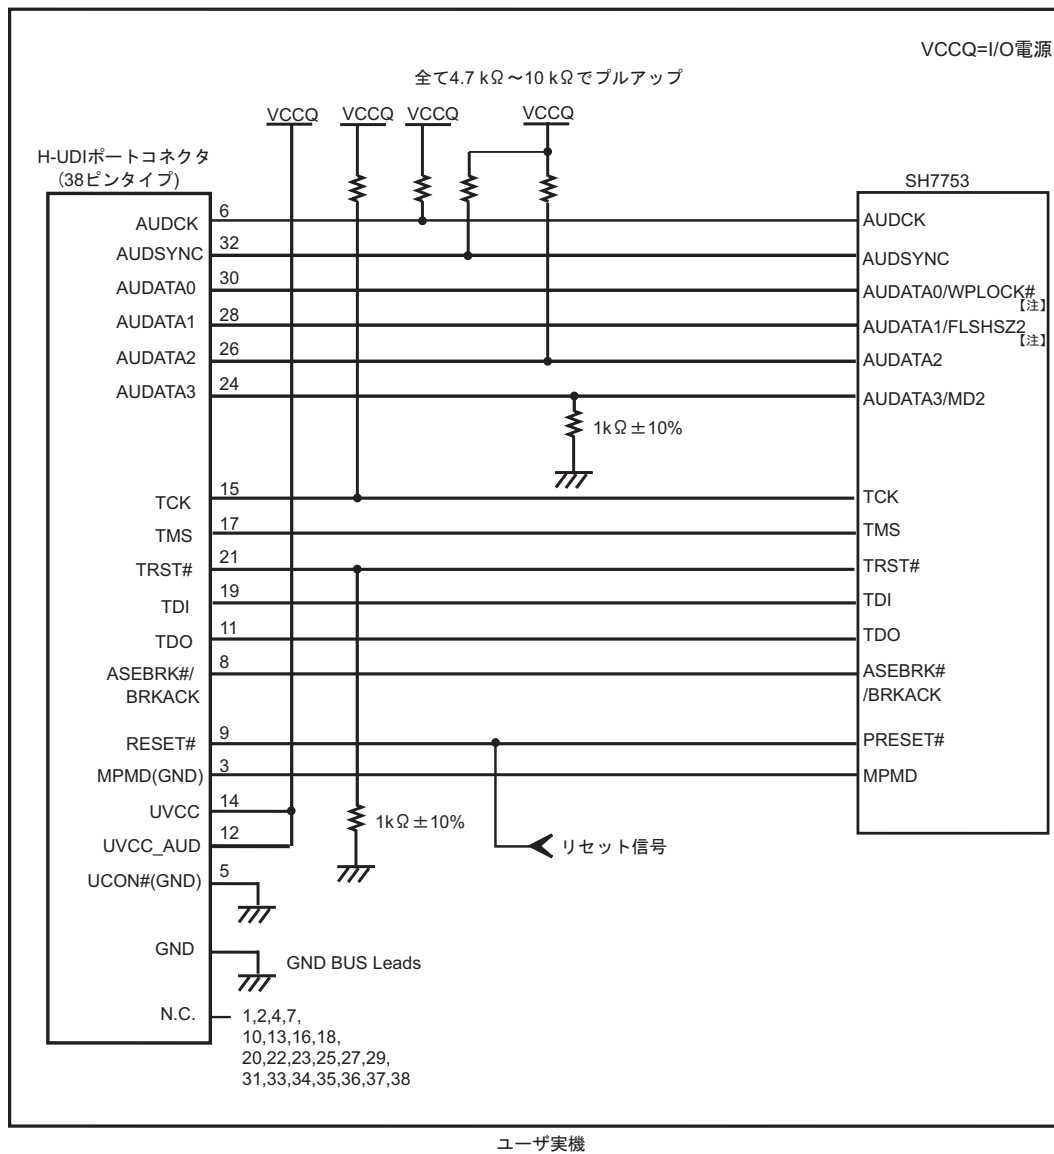

図 1.7 E10A-USB 使用時の H-UDI ポートコネクタ - チップ間の推奨接続例(38 ピンタイプ)
- 図1.7の回路を組んだ場合のE10A-USBエミュレータのスイッチ設定：SW2=1, SW3=1